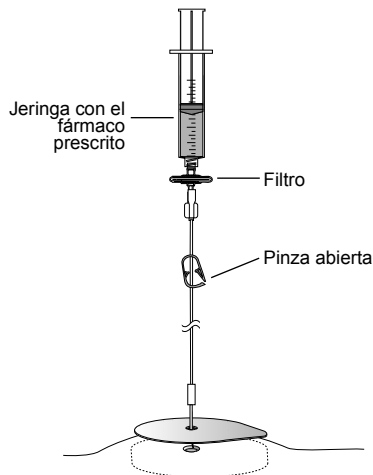

Figura 9. Abra la pinza e inyecte en el depósito de la bomba.
3. Conecte la jeringa con el fármaco prescrito y el filtro al juego del tubo de extensión (Figura 9).